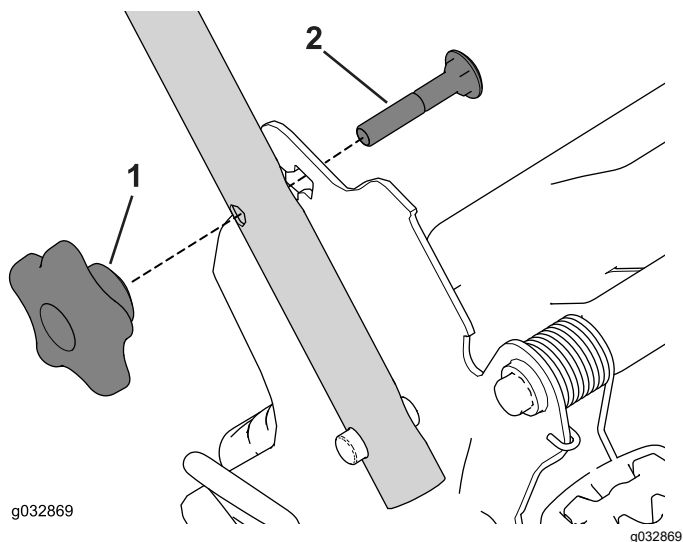

Figure 22
3. Insérez le boulon de carrosserie (la tête du boulon vers l'intérieur) dans le support de la poignée et dans le trou supérieur à l'extrémité de la poignée. Vérifiez que les bords carrés de chaque boulon de carrosserie s'engagent dans le trou carré supérieur ou inférieur du support de poignée correspondant (Figure 22).